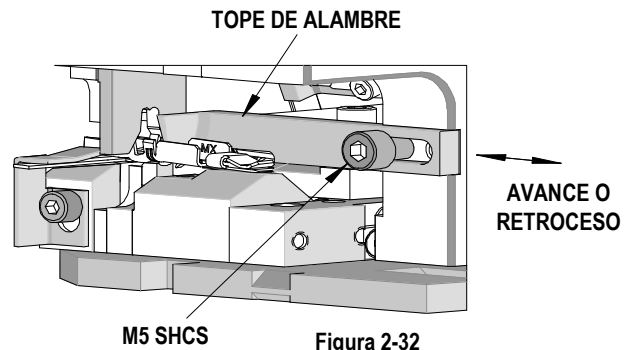

Figura 2-32
3. Para ajustar el tope del alambre, use una llave hexagonal de 4 mm para aflojar los tornillos M5 SHCS que sujetan el tope del alambre al bastidor del aplicador. Mueva hacia adelante o hacia atrás el tope del alambre a la posición que produzca la escobilla correcta, sin causar atascamientos de la alimentación ni daños al terminal. Vuelva a apretar el tornillo. Véase la Figura 2-32.